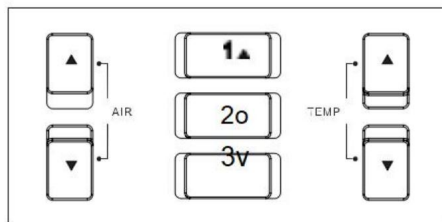

FIG. 1-6
1. Recupero della temperatura di scelta rapida: può recuperare rapidamente la temperatura preimpostata e il soffiaggio viene ripristinato nel pulsante "1"/"2"/"3" premendo il pulsante "1"/"2"/"3" (FIG. 1-6) quando si lavora